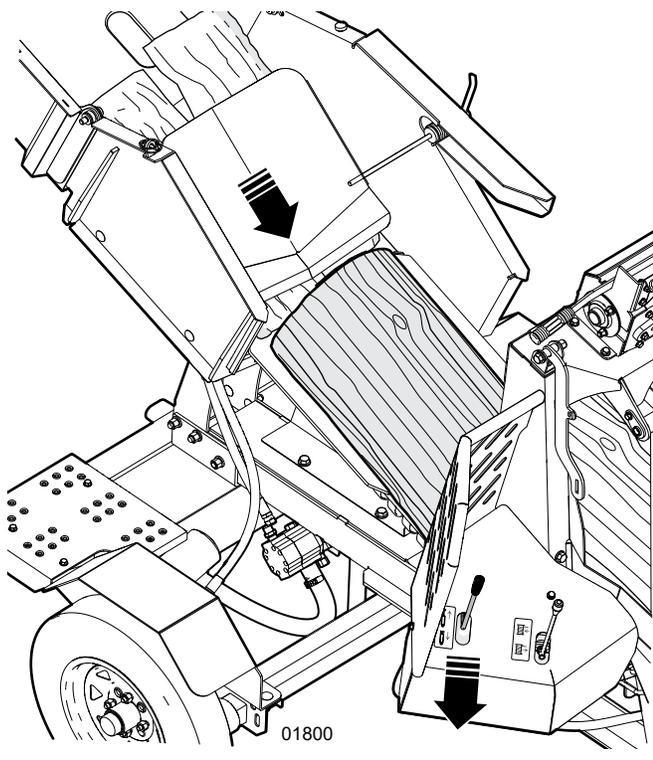

Fig. 45 – Fractionner la partie supérieure de la bûche
2. Une fois la bûche fendue, tirez la **manette de contrôle de la fendeuse** vers l'arrière pour **rentre**. Lorsque le vérin du bloc poussoir est complètement rentré, la manette revient automatiquement en position neutre. Le bloc poussoir est prêt pour le cycle suivant. Pour plus d'informations, consultez *Fig. 45* à la page 49.